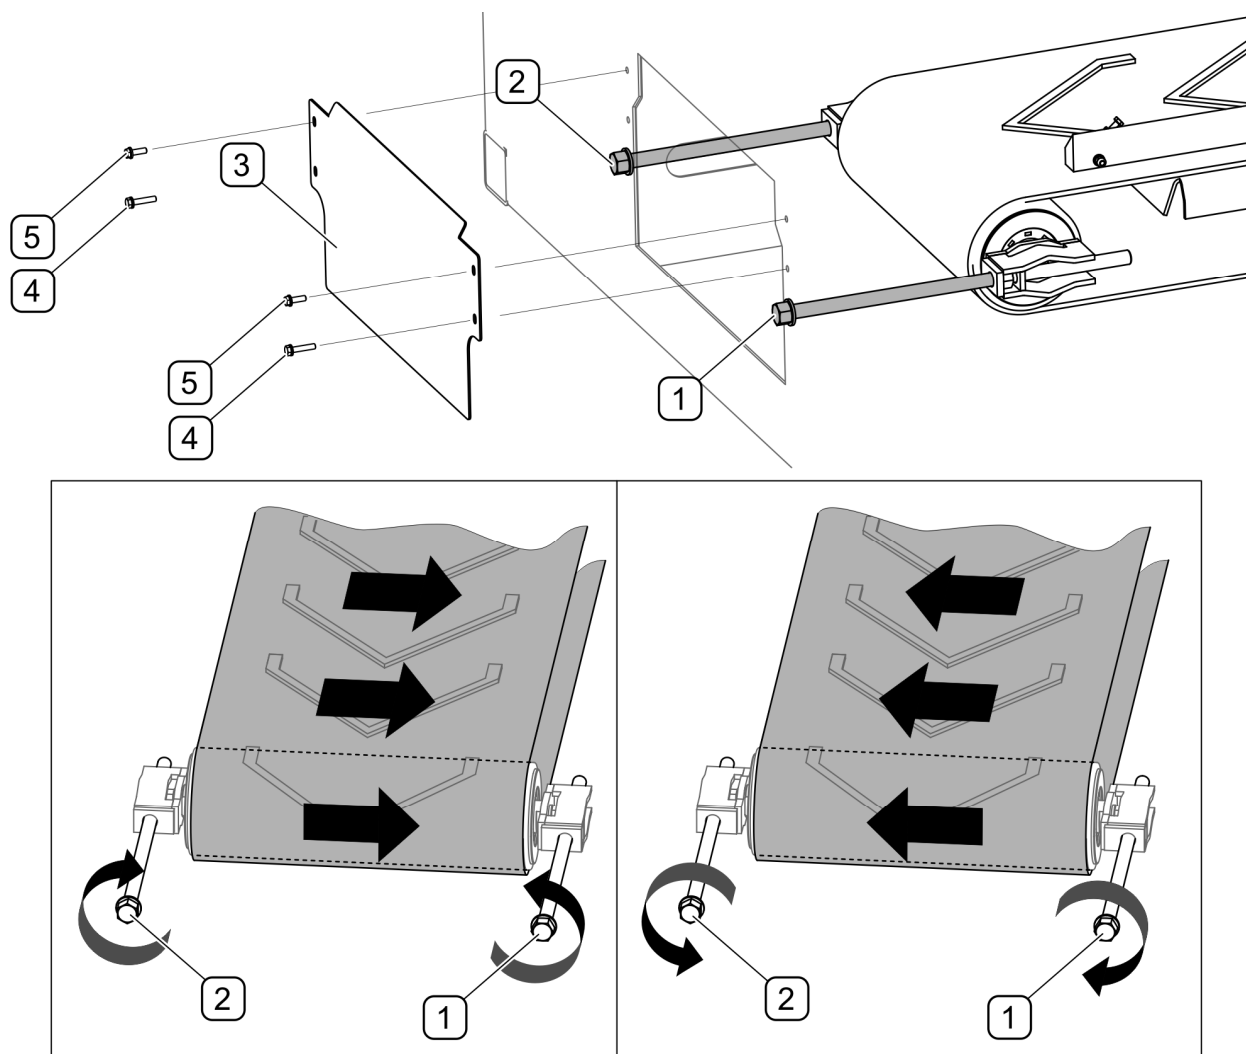

РИСУНОК 5.5 Регулировка натяжного ролика
Прежде чем приступить к регулировке ленты (РИСУНОК 5.5), необходимо отвинтить болты (4) и (5) и снять крышку (3). Запустить контур внешней гидравлики транспортного средства, питающий машину. В меню "Счетчики" на пульте управления включить функцию "Разгрузка". Подробное описание изложено в разделе 4.9 РАЗГРУЗКА.
Лента регулируется во время работы транспортера при помощи натяжных болтов (1) и (2), размещенных на передней стенке бункера (РИСУНОК 5.5). В зависимости от смещения ленты (РИСУНОК 5.5) необходимо соответственно подобрать направление оборотов натяжных болтов (1) и (2). Во время регулировки необходимо выполнить по одному обороту каждого из болтов, немного подождать и проверить результат. Повторите действия, пока лента не будет двигаться по центру ролика.
Натяжение ленты можно осуществлять при выключенном приводе транспортера. Для натяжения ленты предназначены болты (1) и (2), размещенные на передней стенке бункера (РИСУНОК 5.5). Необходимо вращать оба болта (1) и (2) в направлении по часовой стрелке с усилием около 40 Нм. Чтобы избежать смещения ленты к одному краю ролика, поверните оба болта на одинаковое количество оборотов.